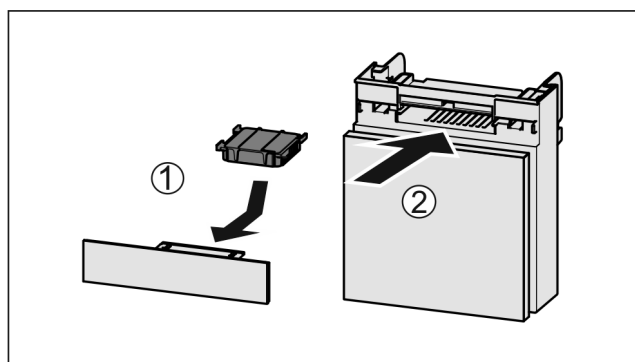

Fig. 46
- Установите фильтр с активированным углем, как показано на рисунке Fig. 46 (1).
- Вставьте отделение Fig. 46 (2).